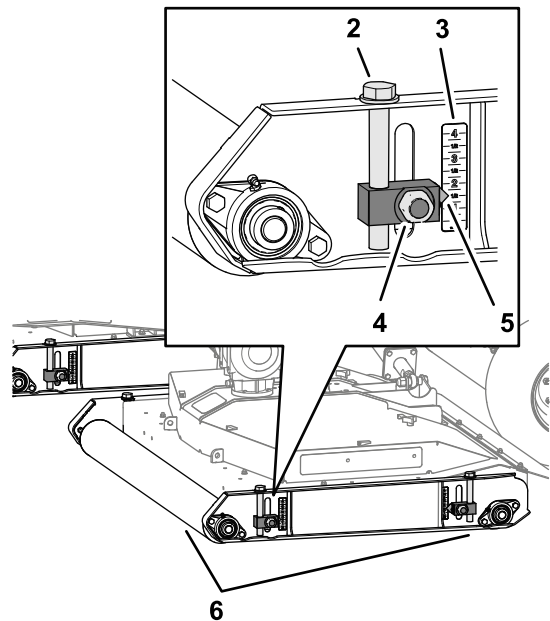

Bild 41
3. Lösen Sie die vier Sicherungsmuttern, mit denen die vier Schnitthöheneinstellungen des Mähwerks befestigt sind (**Bild 41**).